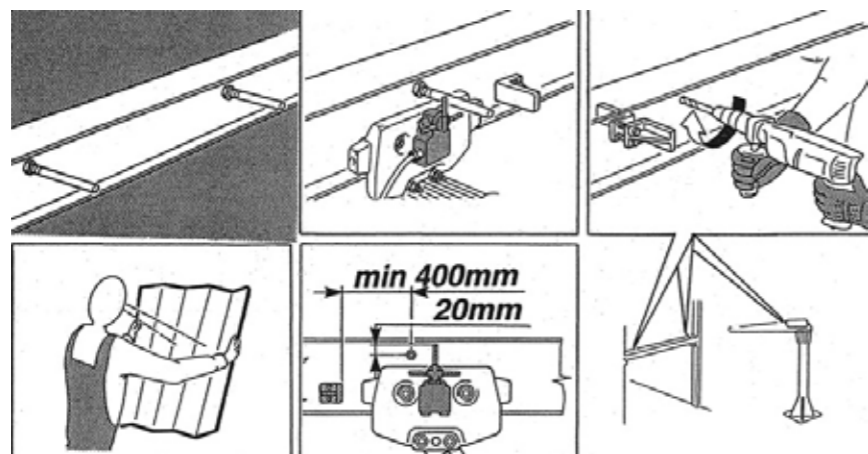

fig.30
1. Eseguire un foro da  $\varnothing 10,5$  mm sull'anima della trave su ciascuna estremità, ad una distanza non inferiore a 400 mm dai riscontri e 20 mm sotto il tastatore del microinterruttore. (fig.30)